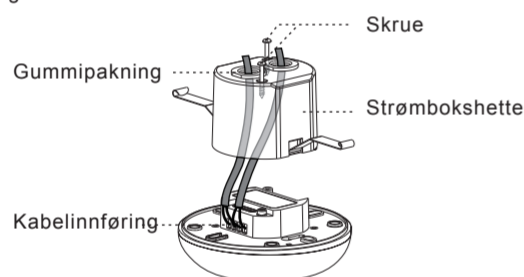

FIG.11
- 4.4.2.2 Bruk en skrutrekker til å bryte gummipakningen på strømbokshetten, dra så kablene gjennom det (se FIG.11).